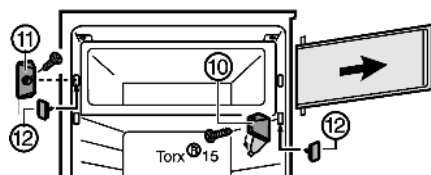

Fig. 6*
- ▶ Ouvrir le cache du support d'appui Fig. 6 (10).*
- ▶ Dévisser le support d'appui Fig. 6 (11) avec la porte du compartiment.*
- ▶ Dévisser l'élément de fermeture Fig. 6 (11).*
- ▶ Boucher les trous à l'aide du cache Fig. 6 (12) fourni.*